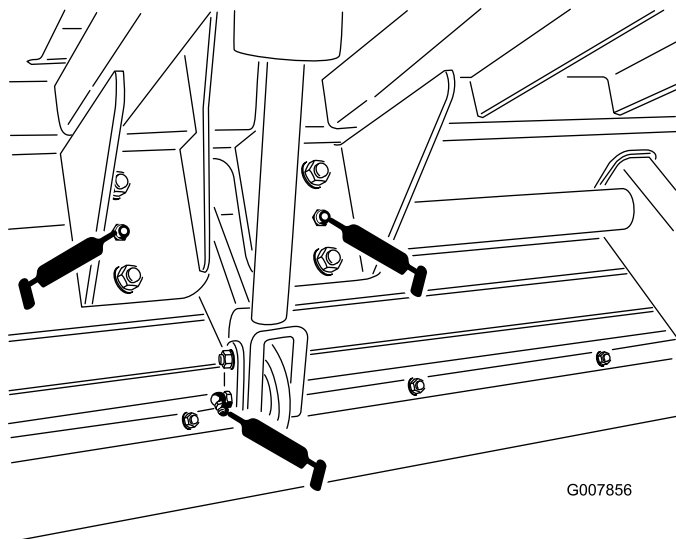
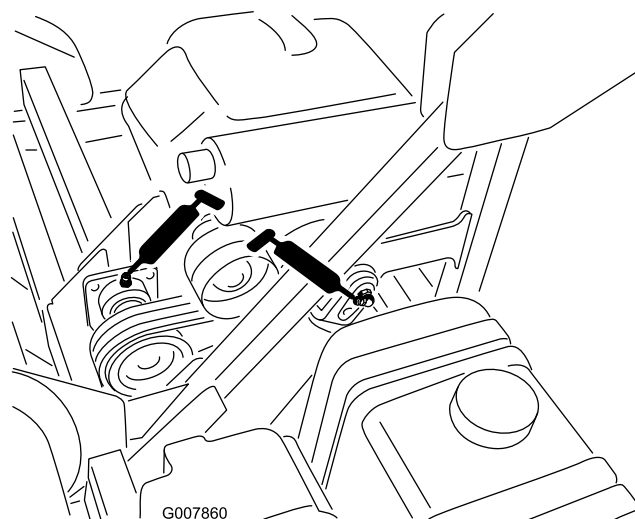

Figure 38
Figure 41
- Vérin de levage (2) ; voir Figure 38 et Figure 41.
- Essieu de levage (2) ; voir et Figure 38.
- Arbre intermédiaire (2) ; voir Figure 41.